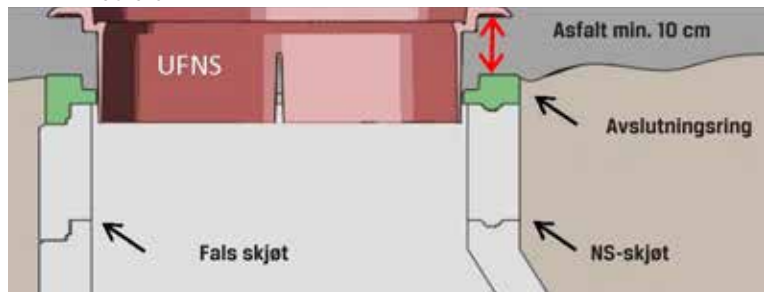

fig. 2
8. Flytende rammer skal ha min. 10 cm homogen asfalt under rammeflensen (fig 2).